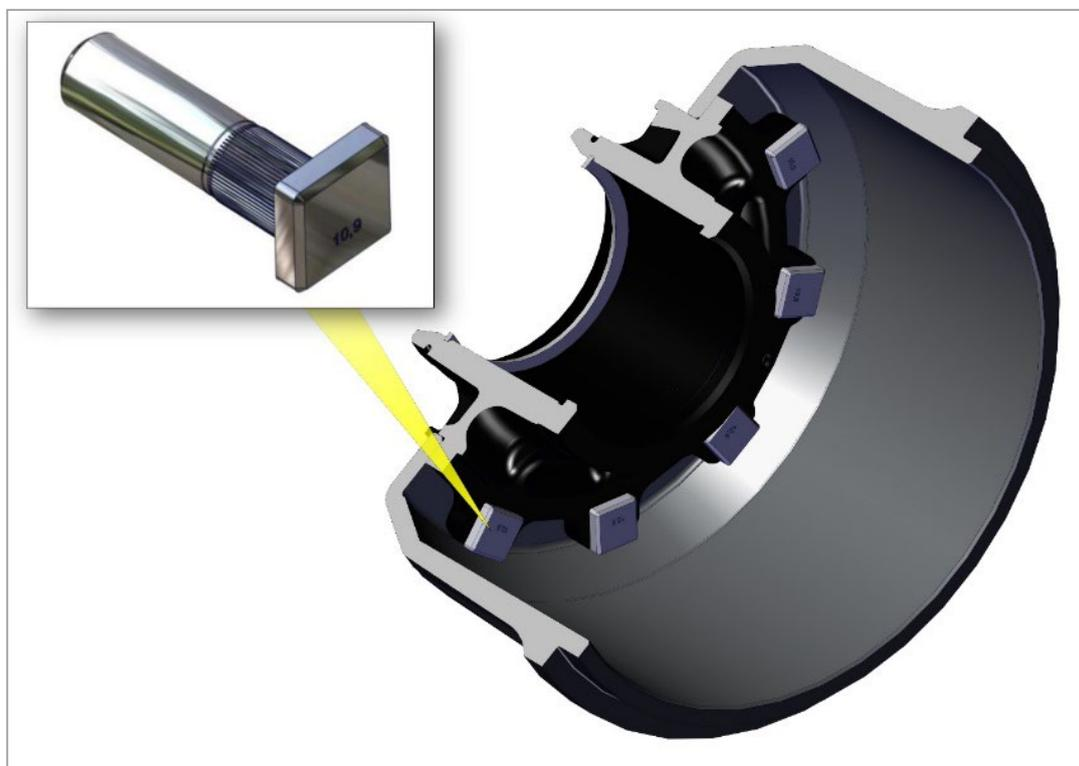

Рис. 12. Установка шпилек
3) Шпильку необходимо надежно устанавливать на место, следя за тем, чтобы она располагалась под прямым углом к поверхности ступицы и точно садилась на внутренний торец тормозного барабана (рис. 12).